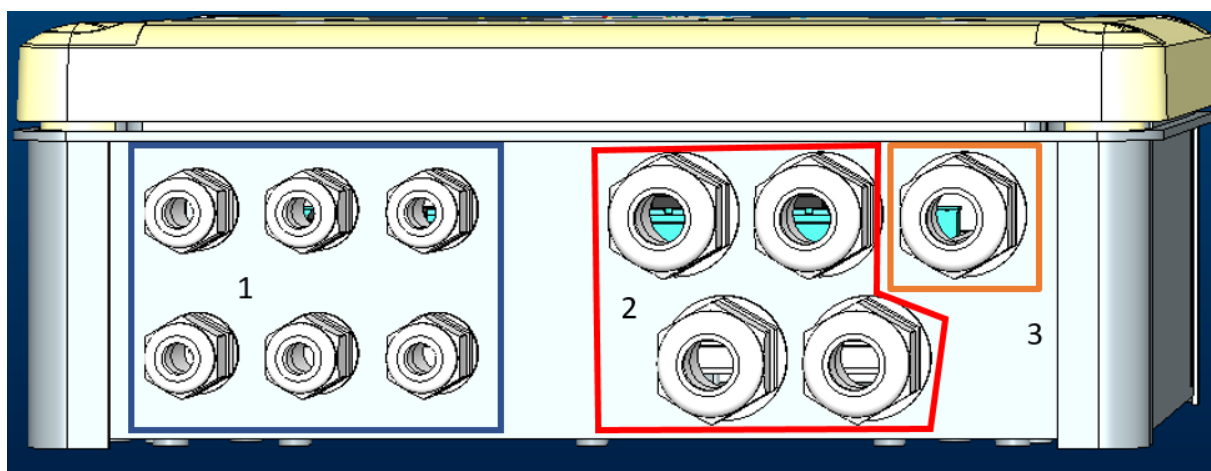

Figura 1: *Imagine Frontala clame cabluri*
1. Introduceți cablul în clama cablurilor indicată în Figura 1: *Imagine Frontala clame cabluri*
În funcție de aplicație, utilizatorul poate face alte conexiuni electrice, vezi Figura 1: *Imagine Frontala clame cabluri*